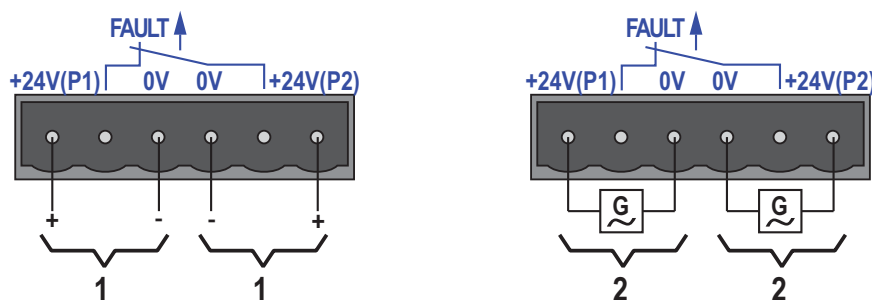

Figure 9 : Connexion de l'alimentation sur le bornier 6 pôles
Pour l'alimentation, vous avez le choix entre tension continue et tension alternative. Pour le courant alternatif, veuillez utiliser les broches +24V et 0V (voir la figure 9).
- ▶ Le contact sec (« FAULT », brochage du bornier cf. figure 9) renseigne sur le bon fonctionnement de l'équipement et permet un télé-diagnostic. Le type de supervision du fonctionnement peut être défini au niveau logiciel.